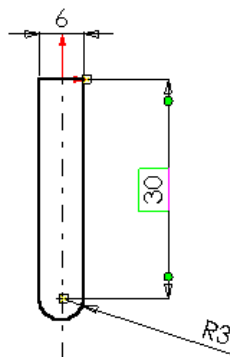

Рис. 4.2
6. Используя кнопки  и  панели «Инструменты эскиза», создать эскиз в соответствии с рис. 4.2.